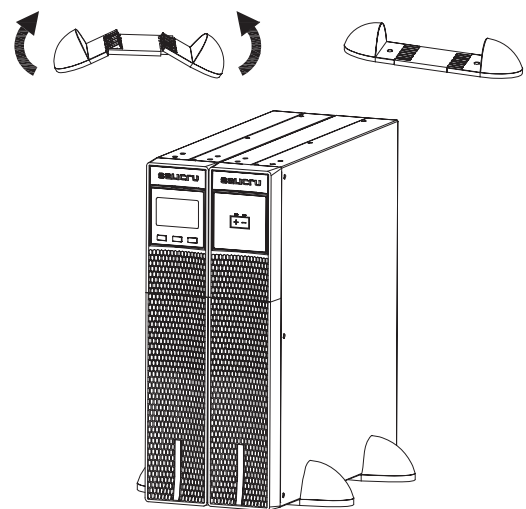

Abb. 7. Modell in vertikaler Montage -Turmausführung- mit Autonomieerweiterung (Batterieminidul).
- Die USV und das Batterieminidul zwischen den beiden Sockeln (siehe Abb. 7) und mit einem Abstand von 70 mm von jedem Ende, ähnlich wie in der Abb. 7 dargestellt, stehend aufstellen.